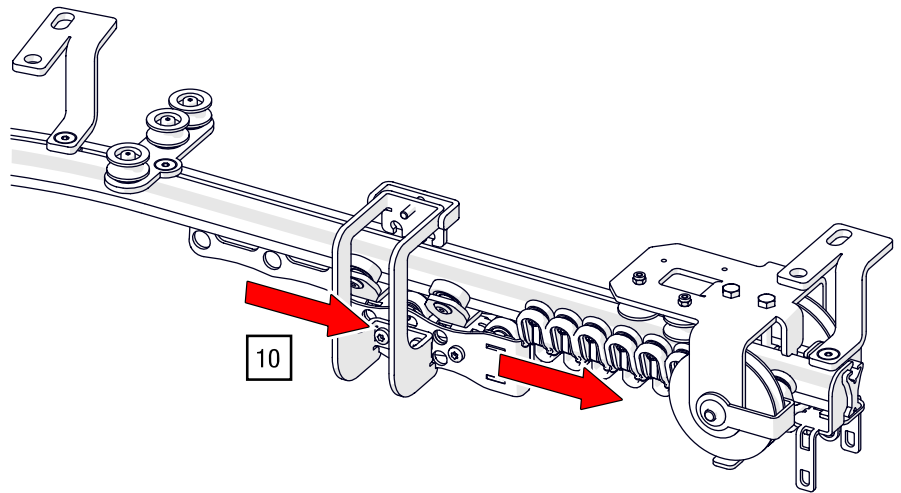

Abb. 76: Obenliegende Seilführung – Wagen zusammenschieben
10. Schieben Sie die Zug- und Laufwagen bei einem zweiteiligen Vorhang maximal im Parkraum auf jeder Seite zusammen (siehe Abb. 76).